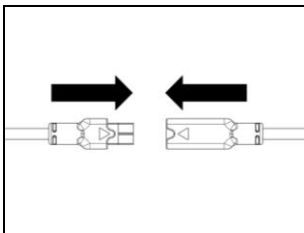

Fig. 11
- Collegare il microfono al connettore uscente dalla e-Box (Fig. 11).